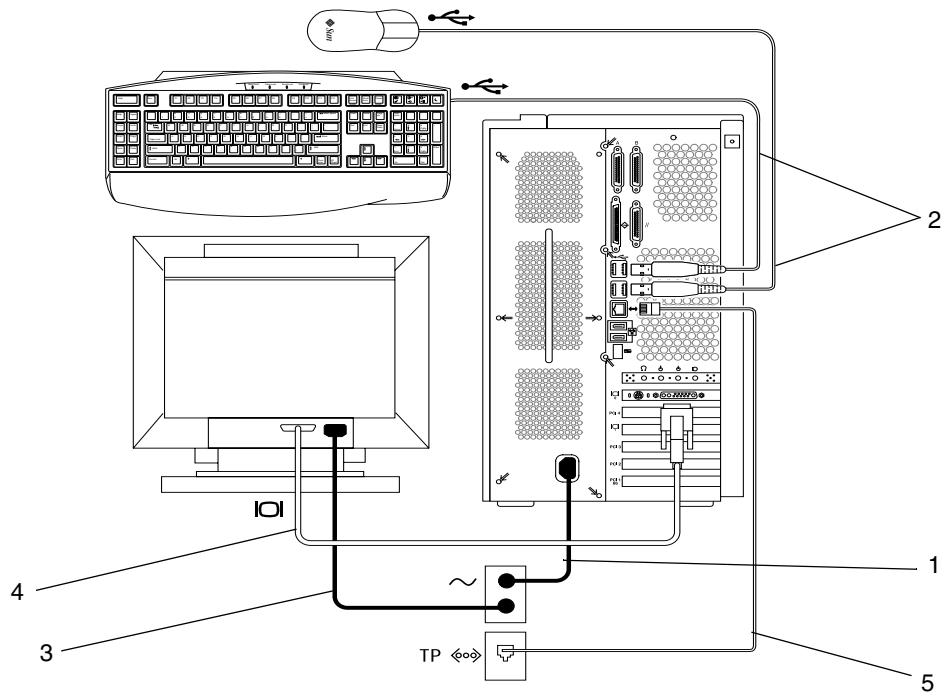

図 4 システムのケーブル接続
1. システムの電源コードをアースされた電源コンセントに差し込みます (図 4 を参照)。